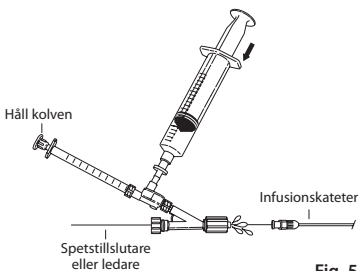

Fig. 5
7. Anslut dubbelspärventilen och Tuohy-Borst-adaptorn till infusionskatetern genom att lossa Tuohy-Borst-ventilen och skjuta enheten över spetstillslutaren. Innan enheten ansluts till katetern, håll kolven på 1 mL-sprutan stilla och tryck ned 20 mL-sprutan, och se till att enheten blir helt tömd på luft. Lämna en konvex bubbla av lösning i Tuohy-Borst-adaptorns luer-låskoppling innan den ansluts till infusionskatetern. (Fig. 5)